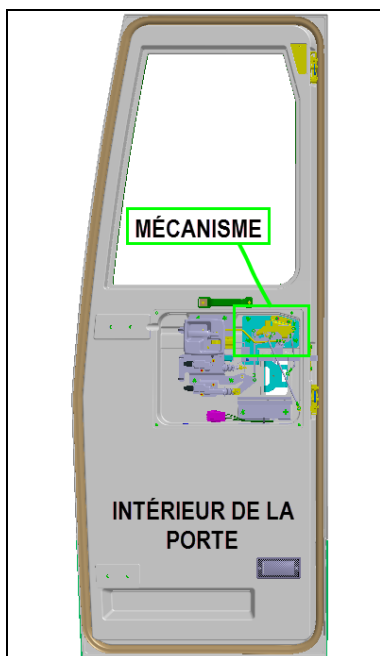

Fig.1
2. Localiser le mécanisme du loquet et ses cinq tiges actuatrices (voir image ci-dessous Fig.1 et 2).